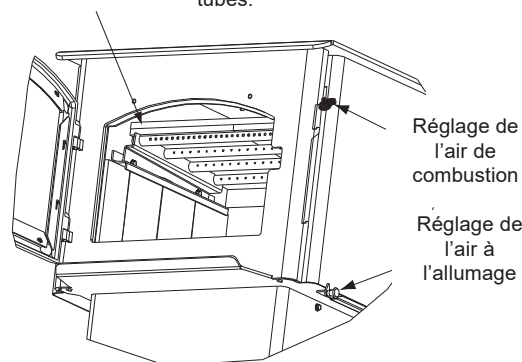

Figure 15.1
1. Confirmez que la position du déflecteur est correcte. Il doit affleurer le tube avant et reposer sur tous les tubes. **Figure 15.1 et 15.2.**